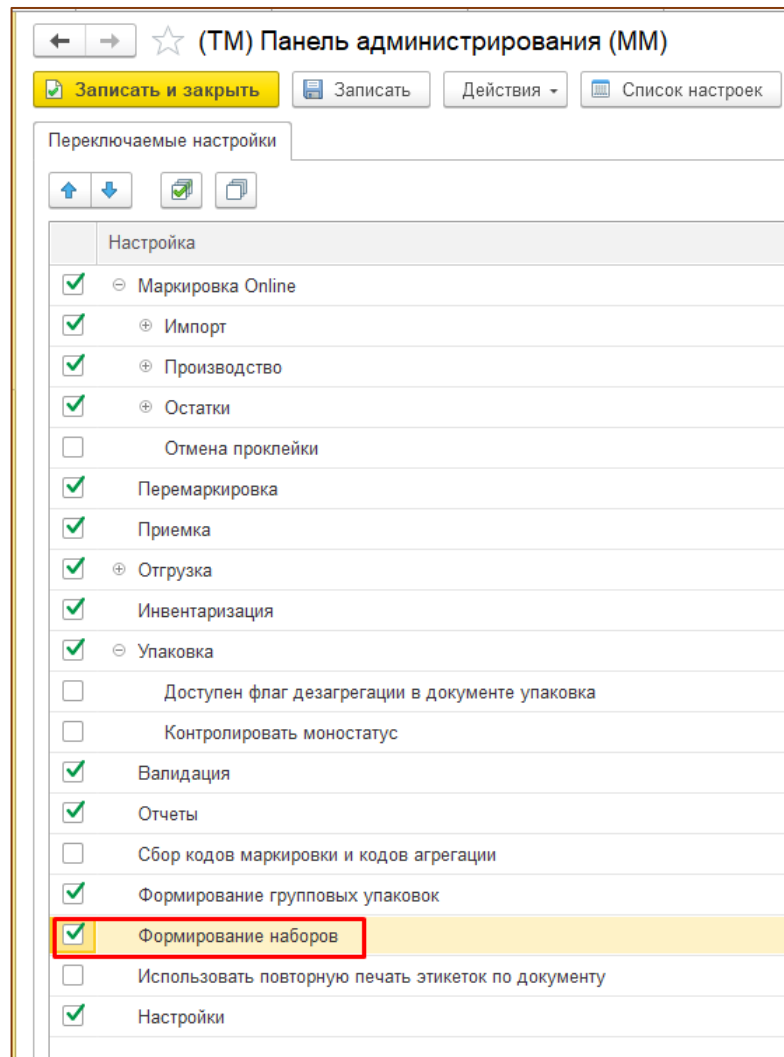

Рис. 9.2 – Формирование наборов
- В открывшемся окне поставить галочку в чекбокс «Формирование наборов» и нажать «Записать и закрыть» (Рис. 9.2).